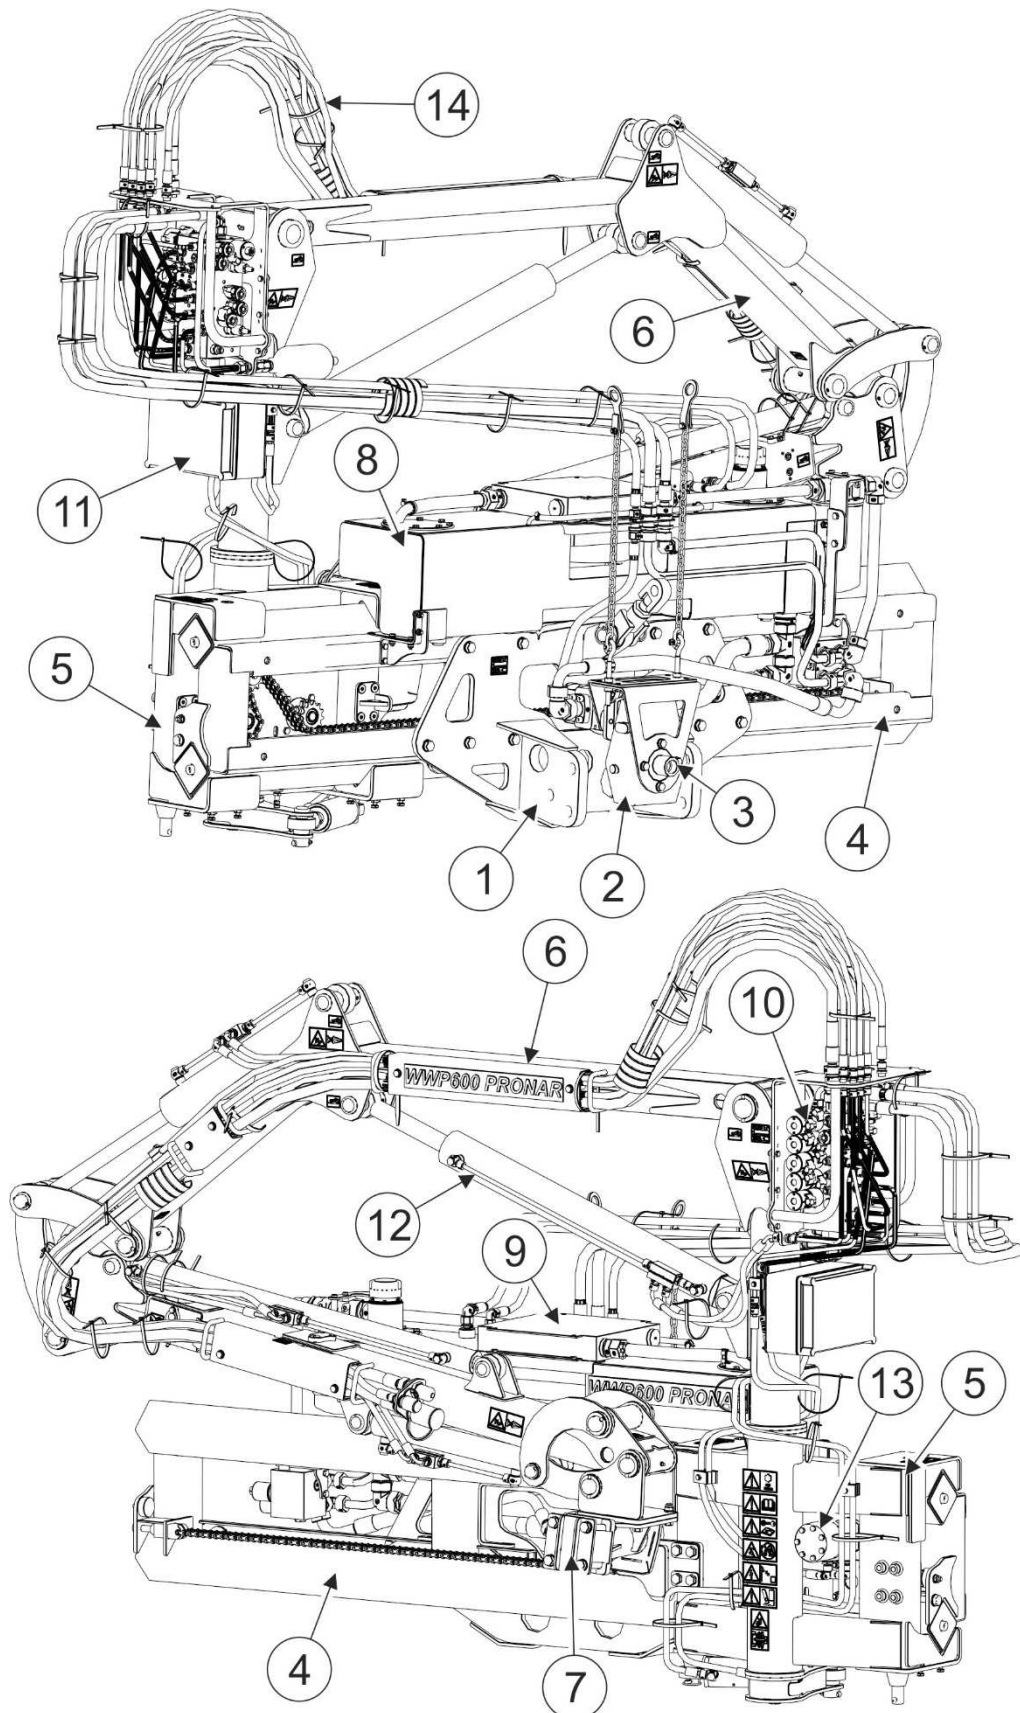

ABBILDUNG 3.1 ALLGEMEINE BAUWEISE
Die Übergangsplatte wird an der Führung (4) (ABBILDUNG 3.1) des Fahrwerk-Schiebers (5) mit Schrauben befestigt. Der Schieber (5) ist mit dem Hydraulikzylinder (1) verbunden und erlaubt den Schub des Fahrwerkes über die Führung (4) nach links oder nach rechts gegenüber dem Schlepper. Somit wird der Betrieb des Auslegers sowohl auf der linken als auch auf der rechten Schlepperseite gewährleistet.